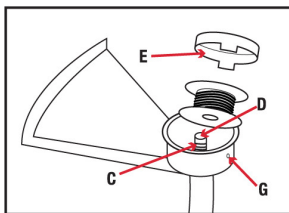
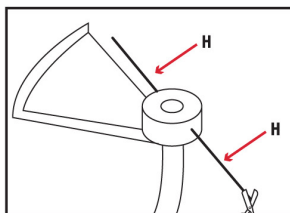

Fig. 8E
Fig. 8F
7. Deslizar la bobina hacia el armazón (A) mientras se pasa el hilo a través de los ojales (G). Asegurar que el muelle se asienta en la bobina (Fig. 8E). 8. Una vez que la bobina está en su lugar, aplicar presión sobre la tapa del cabezal comprimiendo el marbete de seguridad. Tirar de cada extremo del hilo (H) con fuerza para desenganchar el hilo de las ranuras (Fig. 8F).